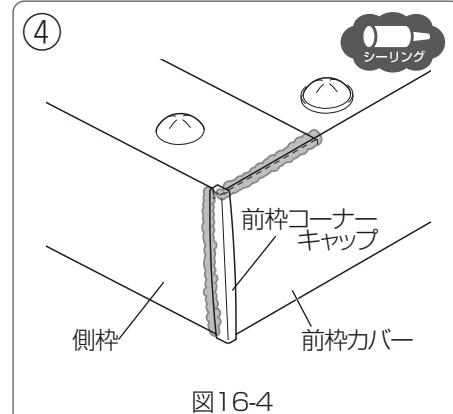

図16-4
- ④前枠コーナーキャップと水上側側枠の隙間にシーリングしてください。(図16-4)